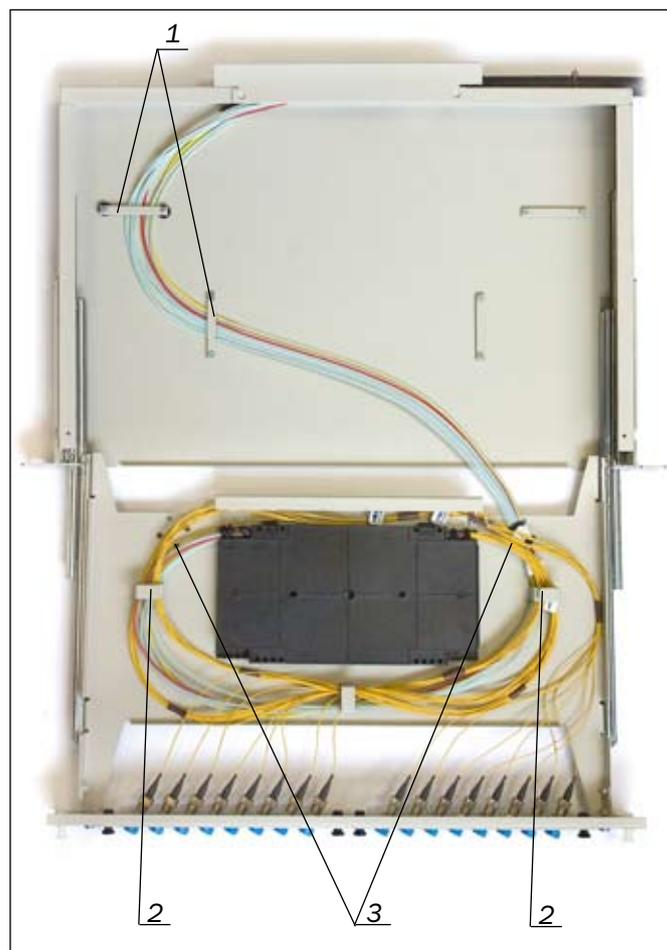

Рисунок 5.4 – Выкладка запаса ОМ:
5.10 Выложить ОМ на основании корпуса шкафа и закрепить их двумя планками с втулками (рисунок 5.4, поз. 1). Далее пропустить ОМ через держатели (рисунок 5.4, поз. 2) и закрепить их на выдвижной панели
через отверстия (рисунок 5.4, поз. 3) двумя стяжками нейлоновыми 2,5x75 мм.
5.18 Определить необходимые запасы длин pigtail до мест соединения их с ОВ подключаемого к шкафу ОК. Для этого необходимо выложить в держателях шкафа (рисунок 5.4; поз. 2) по 2-3 витка запасов длин pigtail до входа в кассету.